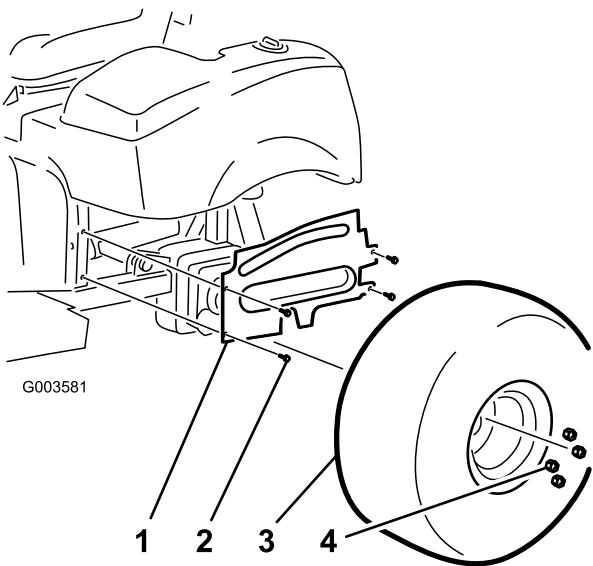

Figura 5
4. Retire los 4 tornillos con arandela prensada que sujetan la cubierta de la rueda izquierda al bastidor (Figura 5). Retire y guarde la cubierta y las fijaciones.